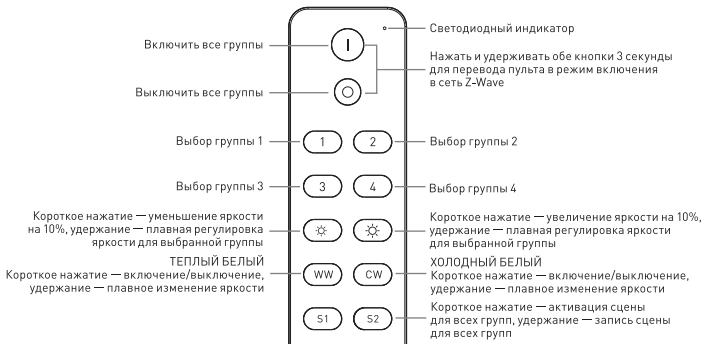

Рисунок 1. Назначение кнопок на пульте ZW-4G-2S-MIX
3.10. Назначение кнопок на пульте см. на Рис. 1.